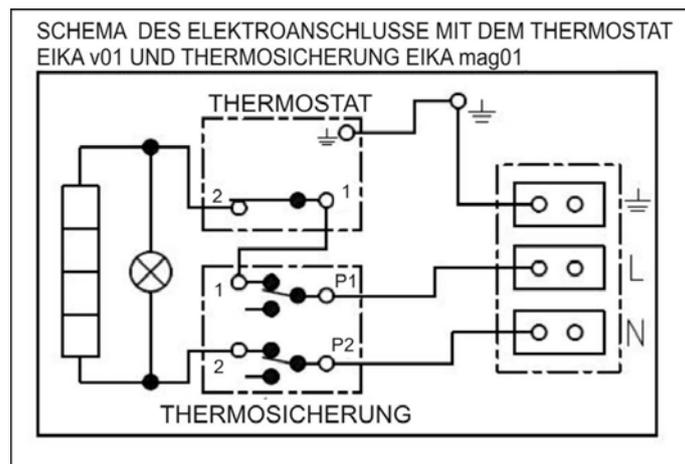

Abbildung 4
Vor der Montage ist es notwendig, die Tragfähigkeit der Wand zu prüfen und geeignetes Verankerungsmaterial je nach Art des Verputzes zu wählen, gegebenenfalls aber die Wand zu verstärken. Der Warmwasserspeicher ist in senkrechter Lage so anzumontieren, dass sich dessen Unterkante mindestens 600 mm über dem Boden befindet (Abbildung 1).. Bei kombinierten Warmwasserspeichern hat vor dem Aufhängen an der Wand ein Gelenk an Heizwasseraus- und -einlass angebracht zu werden, durch dessen Drehung nach rechts oder links die Anbringung festgelegt wird (Abbildung 4). Angesichts der verschiedenen Arten tragenden Mauerwerks und des breiten Sortiments an speziellem, auf dem Markt erhältlichem Verankerungsmaterial gehört diese Materialausstattung ab Herstellerwerk nicht zum Lieferumfang. Das Verankerungssystem hat je nach Gegebenheiten individuell angepasst zu werden. Wir empfehlen, eine Fachfirma mit Wandmontage und Verankerung zu beauftragen oder einen Fachmann hinsichtlich der Verankerung zu konsultieren.
Der Anschluss der Warmwasserspeicher an die Wasserinstallationen ist auf (Abbildung 4 sowie Abbildung 6). dargestellt. Zur eventuellen Demontage des Warmwasserspeichers ist es nötig, an den Wasserzulauf und -auslass Verschraubungen Js 3/4" zu montieren. Das Sicherheitsventil wird an den mit dem blauen Ring gekennzeichneten Kaltwasserzulauf montiert.
- Das Schema des Elektroanschlusses ist dem Warmwasserspeicher am Gehäuse der Elektroinstallation (Abbildung 4) beigelegt.